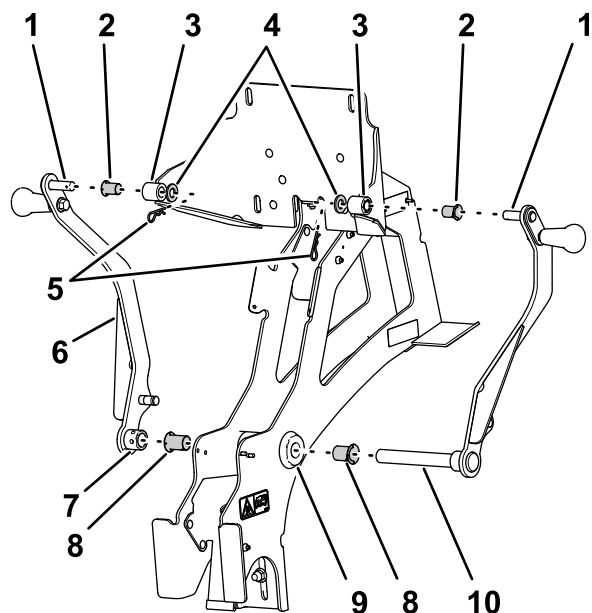

図 16
- メインサポートフレームのピボットチューブのそれぞれの端部にフランジ付きブッシュ内径 3/4 インチを入れる 図 16。
- バックプレートの左右のハブにフランジ付きブッシュ内径 1/2 インチを入れる 図 16。
- 右クレードルアームの下側ピボットピンを、ピボットチューブの右側からピボットに通して組み付ける 図 16。
- 右クレードルアームの上側ピボットピンを、バックプレートの右側ハブに組み付ける 図 16。
- 上側ピボットピンをバックプレートに固定する; ワッシャ 1/2 インチ とヘアピンを使用する 図 16。
- 左クレードルアームのハブを、ピボットチューブの左側フランジブッシュから突き出ている右クレードルアームの下側ピボットピンの端部に組み付ける 図 16。
- 左クレードルアームの上側ピボットピンを、バックプレートの左側ハブに組み付ける 図 16。
- 左クレードルアームの上側ピボットピンをバックプレートに固定するワッシャ 1/2 インチ とヘアピンを使用する 図 16。